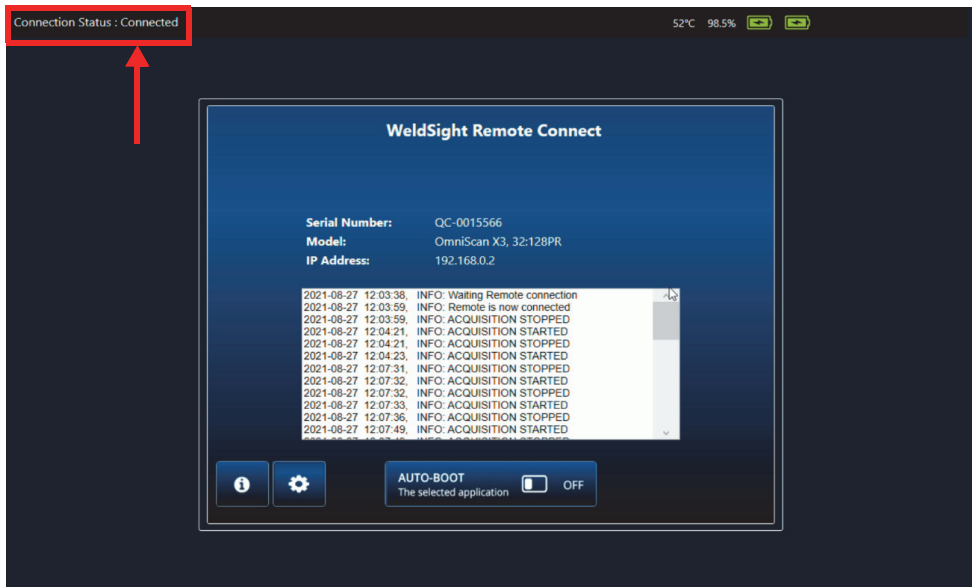

Figura 7-6 Estado de conexión: Connected (Conectado)
6. Si todo está configurado correctamente, el estado de la aplicación WeldSight Remote Connect debería pasar de **Ready** (Listo) a **Connected** (Conectado) [ver Figura 7-6 en la página 85].